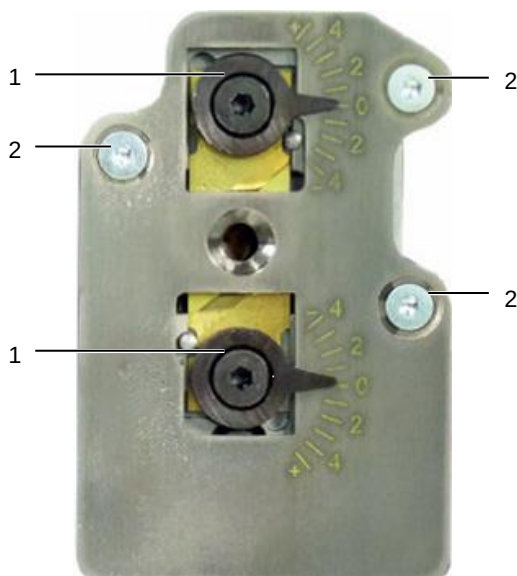

Fig. 30: Avisoleringsenhet
- Fjern begge eksenterne (fig. 30, pos. 1) (unbrakonøkkel 2,5 mm).
- Løsne montasjeskurene (fig. 30, pos. 2) (unbrakonøkkel 2,0 mm) og fjern omslaget.